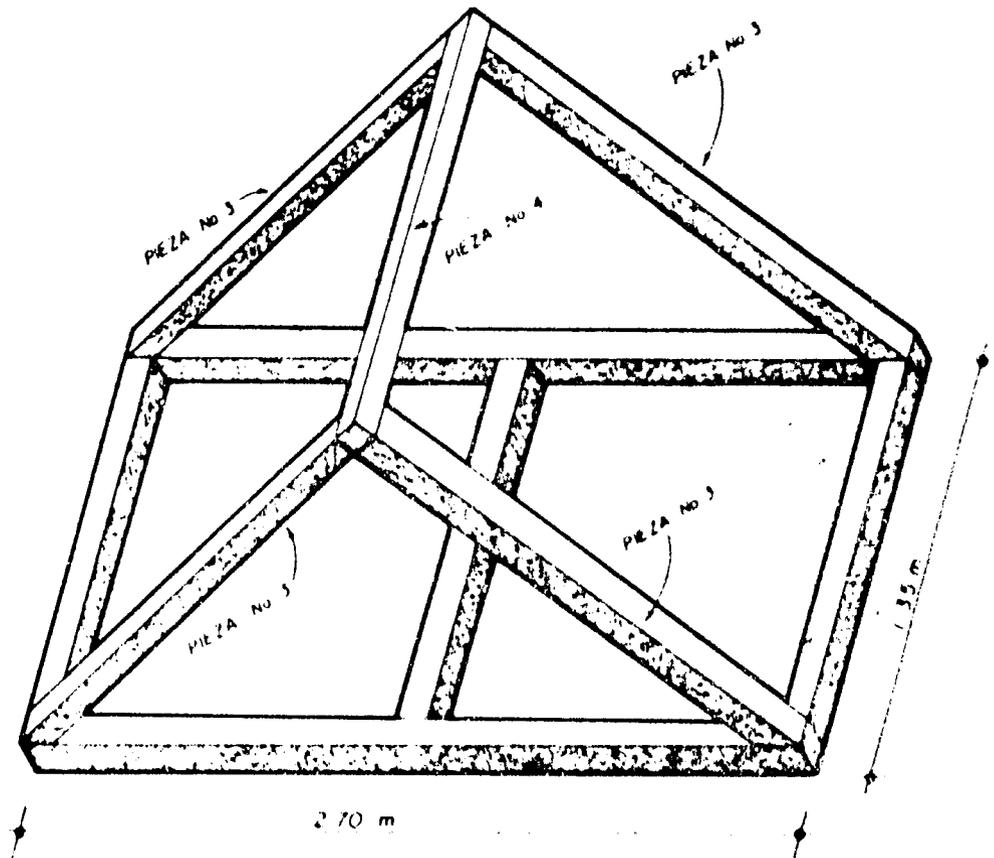

FIGURA 6 Colocación de las piezas del techo
- 5.4.1 Una vez armada la base, clave piezas No. 3 sobre las piezas No. 1, como se indica en la figura 6. Coloque ahora la pieza No. 4 según muestra la misma figura. Fije las piezas unas con otras, con clavo de 7.6 cm (3").